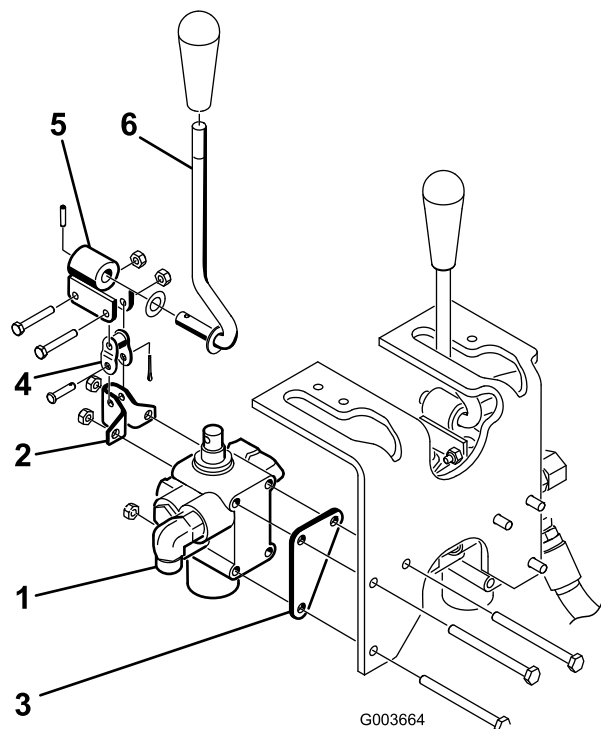

Figure 5
2. Montez l'ensemble soupape, le support de pivot et la plaque de la soupape sur le châssis avec 3 boulons (1/4 x 3") et 3 contre-écrous (Figure 5). Placez la
- Montez sans serrer le levier de pivot sur le tiroir et la bielle à épaulement avec 2 boulons (N° 10 x 1-1/4") et 2 contre-écrous (Figure 5). Ne serrez pas à ce stade.